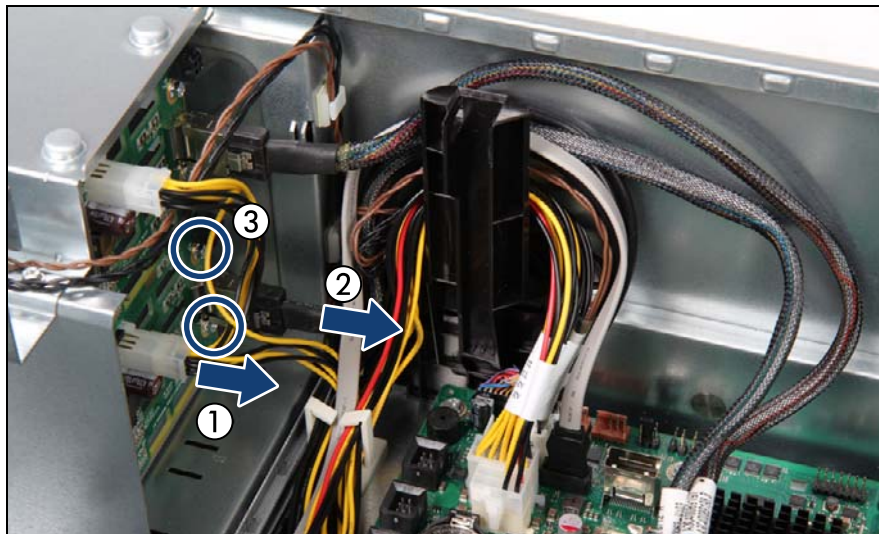

図 72: ケーブルの取り外し
- ▶ SAS バックプレーンを、やや傾けながら HDD ケージの 2 つのガイドに合わせます (1)。
- ▶ SAS バックプレーンを倒します (2)。
- ▶ SAS バックプレーンを 2 本のネジで固定します (図 72 を参照)。
- ▶ 電源ケーブルと SAS ケーブルを SAS バックプレーンに接続します (図 72 を参照)。